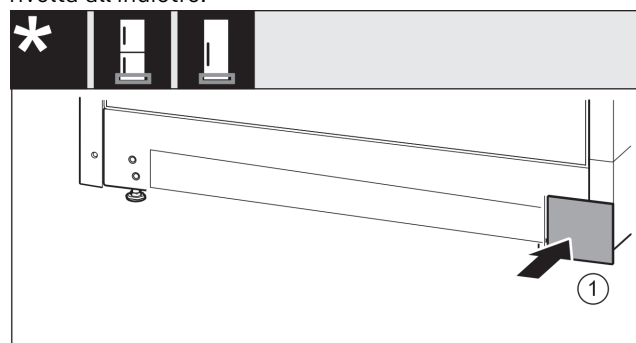

Fig. 30
- Riapplicare la copertura Fig. 30 (1) sull'altro lato.